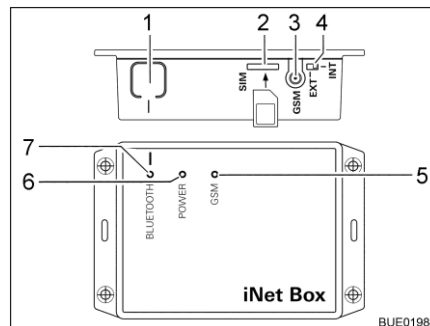

Bild 233 Truma iNet-Box
- Taste BLUETOOTH (Bild 233,1) an der iNet-Box 1 Sekunde lang drücken. Die Truma iNet-Box ist ca. 2 Minuten lang im mobilen Endgerät sichtbar (Name: "Truma iNet-Box"). In diesem Zeitraum blinkt die blaue LED BLUETOOTH (Bild 233,7).
- Mini-SIM-Karte mit eigener Rufnummer und ausreichendem Guthaben vorsichtig wie dargestellt in den Steckplatz (Bild 233,2) der Truma iNet-Box schieben, bis sie einrastet. Die rote LED GSM (Bild 233,5) muss dauerhaft blinken. Wenn die rote LED nach 20 Sekunden erlischt: Mini-SIM-Karte prüfen.